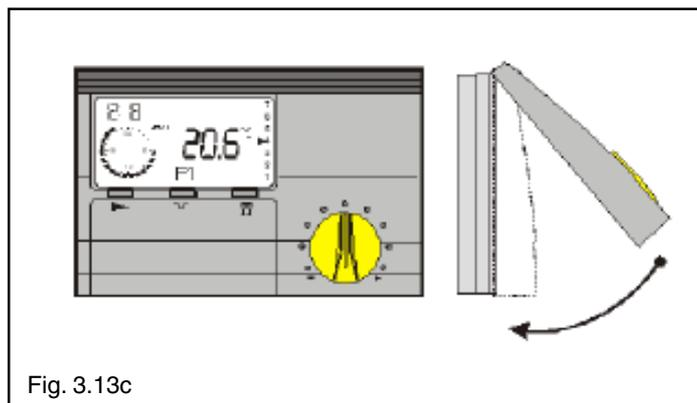

Fig. 3.13c
- agganciare la parte superiore del pannello appoggiandola nel centro del bordo superiore del supporto, quindi spingere verso il basso con leggera pressione (fig. 3.13c)